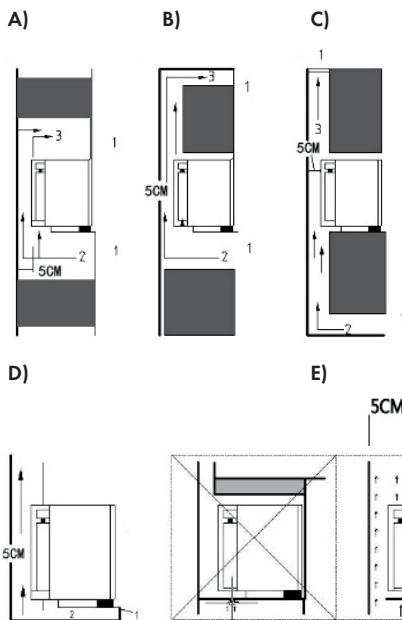

Figura 2
- 2 Si su refrigerador está instalado en una cocineta (como restaurantes y hoteles), deje suficiente espacio para la circulación como se muestra en la Figura 2 (A, B, C, D y E).